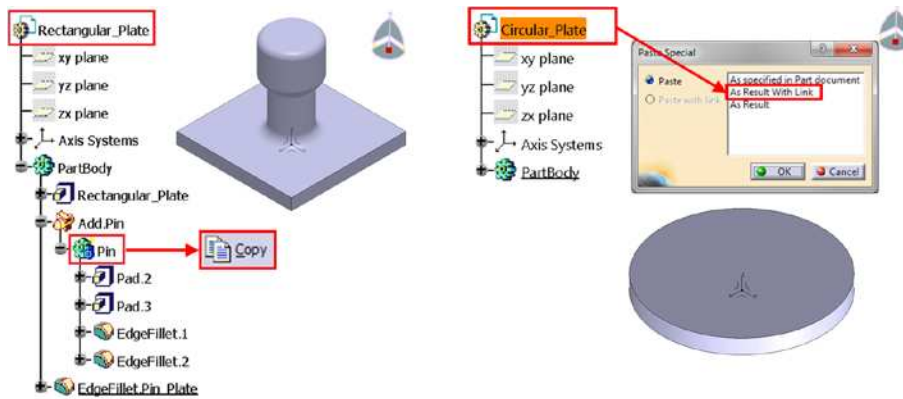

Bild 5.45 Teileübergreifende Kopie von 3D-Geometrie
2. Link Synchronized (Verknüpfung synchronisiert): Kopieren Sie im ersten Schritt die Geometrie des Bolzens aus dem Bauteil **Rectangular_Plate**. Klappen Sie dazu den Strukturbaum so weit auf, bis die Teilgeometrie mit der Bezeichnung **Pin** sichtbar wird. Den Kopiervorgang können Sie entweder mit einem Klick (zur Markierung) auf den betroffenen *Body* (*Körper*) und das Tastenkürzel *Strg+C* oder über das Kontextmenü (RMT auf die Datenschachtel) mit dem Menüpunkt *Copy* (*Kopieren*) erreichen. Im zweiten Schritt wechseln Sie in das Fenster des Bauteils **Circular_Plate**. Über die RMT auf die Teilenummer des Dokuments öffnen Sie das Dialogfenster *Paste Special* (*Einfügen Spezial*) über den gleichnamigen Menüeintrag. Mit der Einfügevariante *As Result With Link* (*Als Ergebnis mit Verknüpfung*) fügen Sie die Kopie des Bolzens mit der Verknüpfung zu deren Original ein (Bild 5.45).